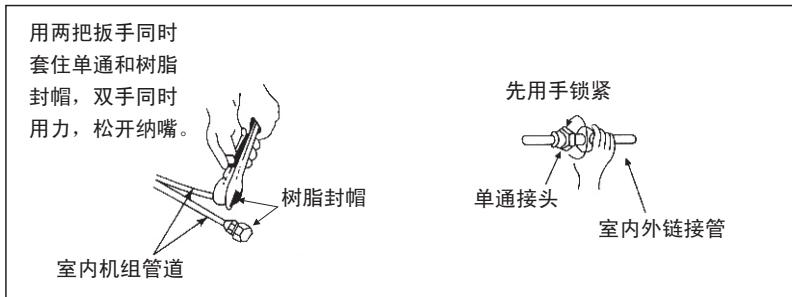

图18
(1) 将树脂封帽拆开, 如图18所示。
(2) 连接时, 应在单通螺牙及管的喇叭口上涂少许冷冻润滑油, 以防螺牙损坏, 且按图18所示对准管道拧紧。